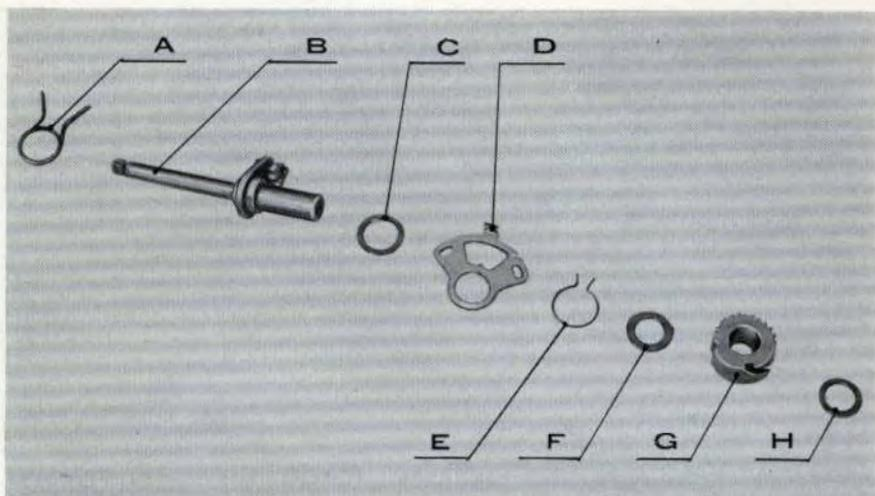
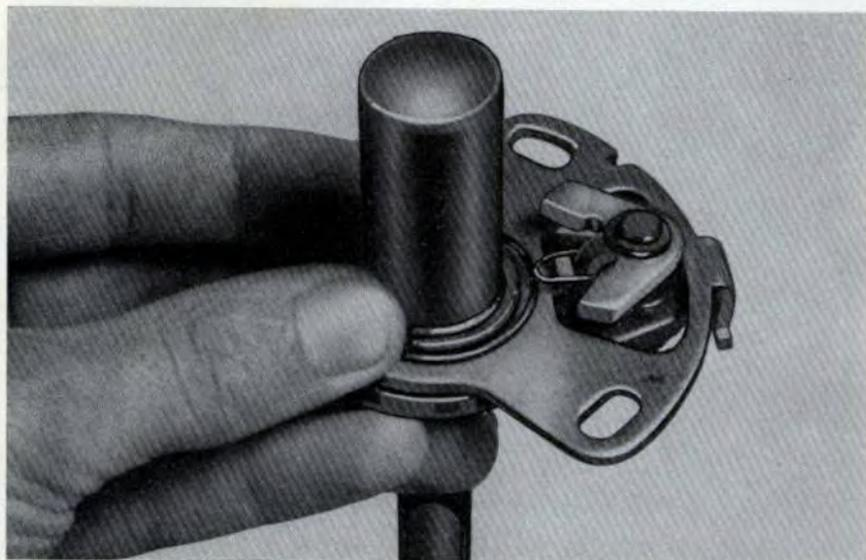

Fig. 13 - Preparazione e sequenza di montaggio gruppo preselettore.
Fig. 14 - Come montare la molletta richiamo ancora preselettore
7. Fig. 13 - A Molla richiamo pedale comando cambio
8. Fig. 14 - Prendere il gruppetto precedentemente montato composto dei particolari B-C-D (vedi fig. 13), montare la molletta avendo cura di incrociare le 2 estremità, tenendo presente che a molla montata, un'estremità, scavalcando l'altra, deve trovarsi perfettamente sullo stesso piano di lavoro.
9. Successivamente infilare sul perno B i particolari F-G (vedi fig. 13).